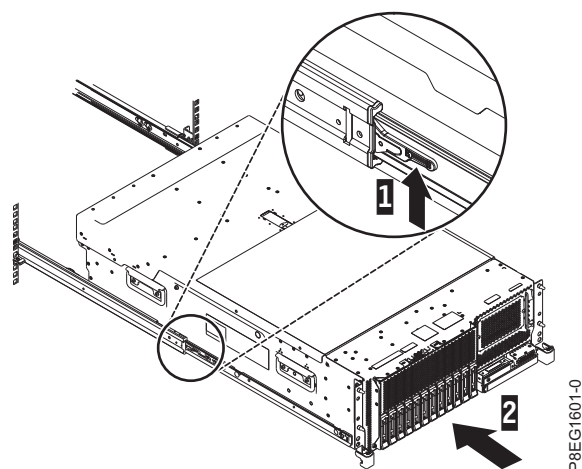

図 8. リリース・ラッチとサーバー
3. スライド・レールにある青色のリリース・ラッチ **(1)** を引き上げ、サーバー **(2)** を所定の位置に収まるまでラックの中に押し込みます。詳しくは、図 8 を参照してください。